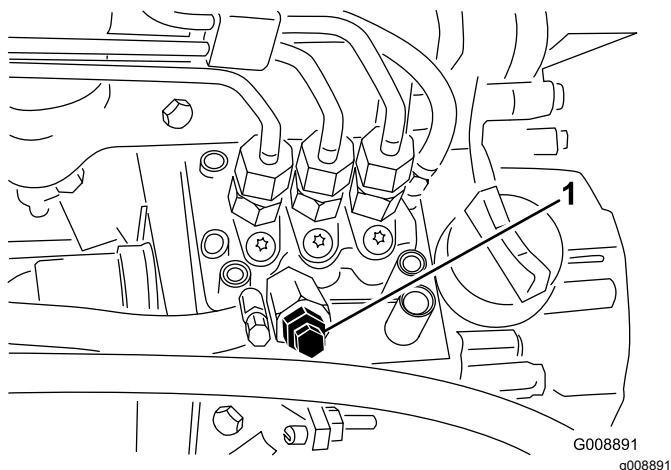

Figura 39
4. Aprite la vite di spurgo dell'aria, situata sulla pompa di iniezione del carburante (Figura 39).